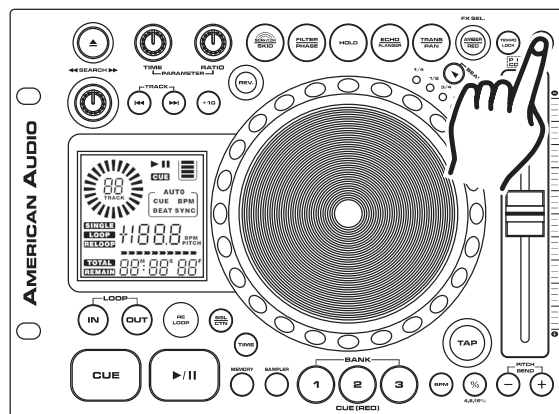

Figura 40
**Cómo emplear el Selector de Porcentaje del Deslizador de Tono (27):** Se puede elegir un rango de funcionamiento de tono en cualquier momento. Para cambiar el rango de funcionamiento, asegúrese de encender la función de tono, como se aprecia en la figura 40. El rango de porcentaje de tono puede variarse de acuerdo con los siguientes valores +/-4%, +/-8%, +/-16%, y +/- 100%. 4% es el porcentaje mínimo posible de manipulación del tono; por el contrario, 100% es el máximo. Para ajustar los diferentes rangos, presione el BOTÓN PITCH ON/OFF (17) y pulse el BOTÓN % (27) hasta llegar al valor que desea. La señal L.E.D. del BOTÓN % (27), se enciende en rojo para 4%, titila en rojo para 8%, se enciende en azul para 16% o titila en azul para 100%.